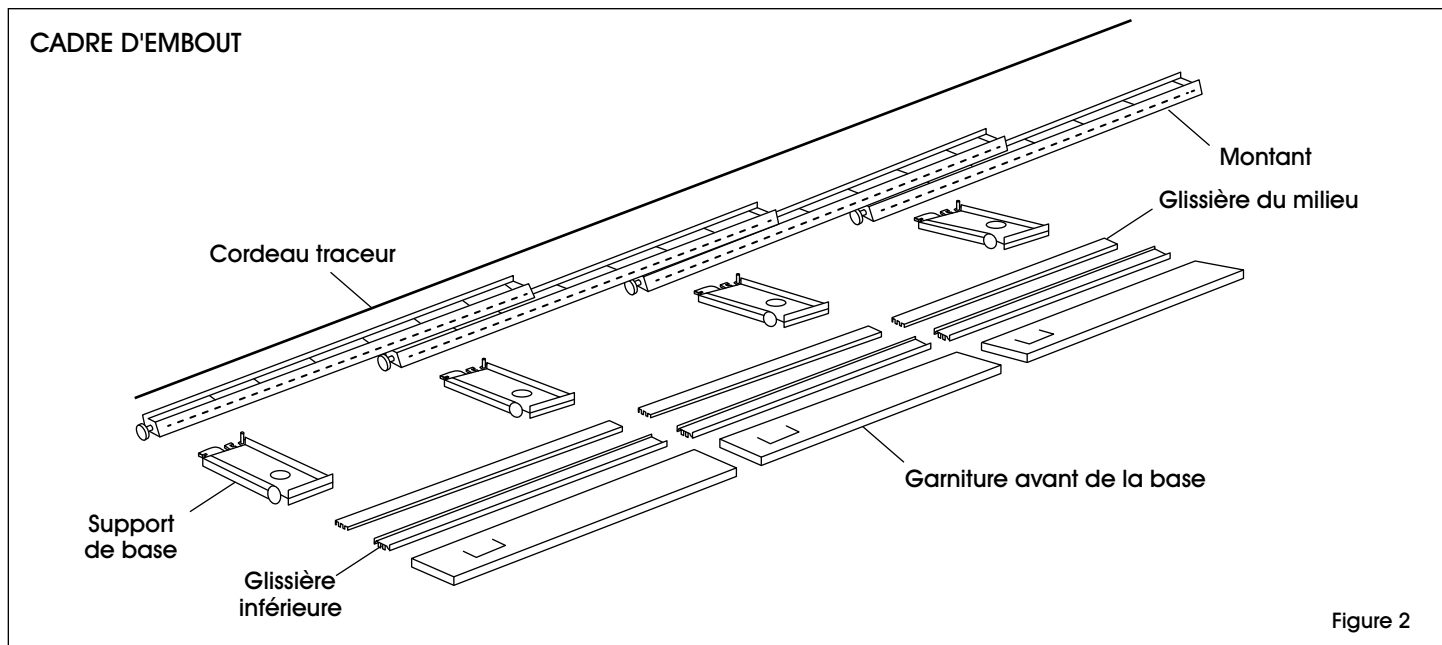

Figure 2
1. Placez le cordeau traceur sur le plancher à l'emplacement souhaité pour l'ensemble du rayonnage. (Voir Figure 2)
2. Placez les pièces le long du cordeau traceur. Utilisez deux montants, deux supports de base et une garniture avant de la base pour la première section. (Voir Figure 2)